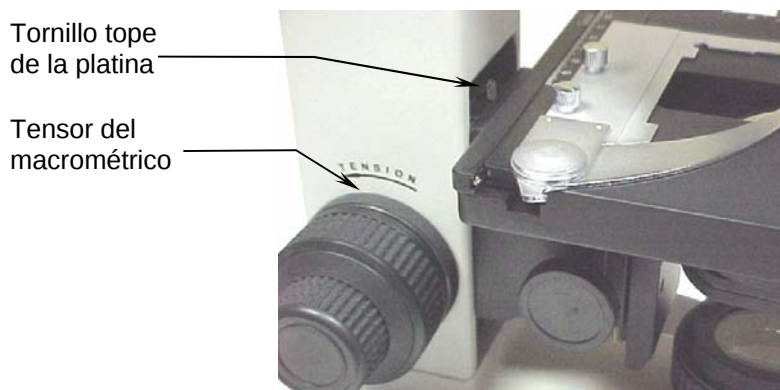

Fig. 8
El anillo de ajuste de tensión (Fig. 8) está situado entre el mando de enfoque macrométrico (16) y el brazo (15).
- a. Afloje el tornillo del tope (Fig. 8) con la llave hexagonal de 2mm.
- b. Enfoque la preparación con el objetivo (5) de 4X primero y después con el de 10X.
- c. Enrosque de nuevo el tornillo del tope sólo hasta que quede apretado y la platina (8) no pueda ascender.